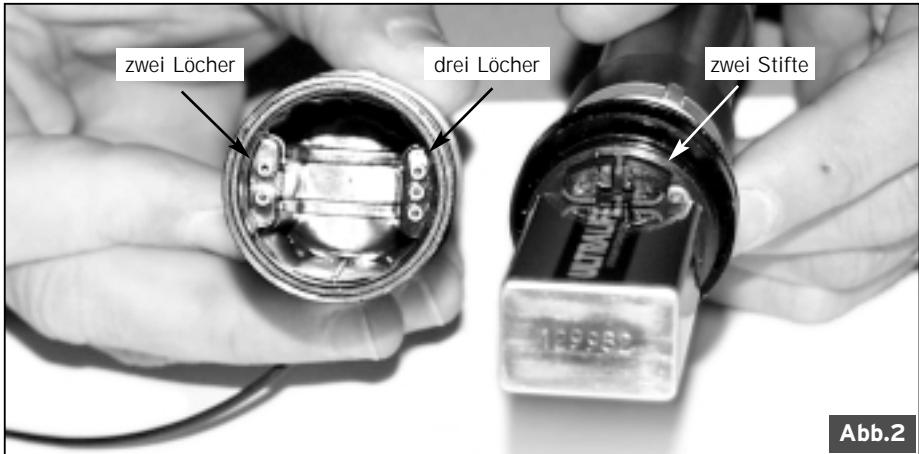
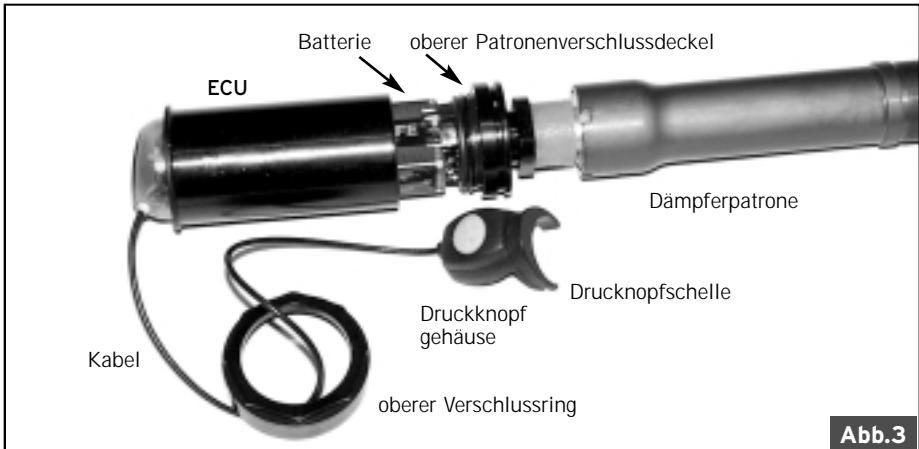

Abb.2
Abb.3
5. Auf der Unterseite der ECU ist erkennbar, dass auf der einen Seite drei und auf der andern nur zwei Löcher sind. Siehe Abb. 2. Drücken Sie die ECU bei eingefederter Gabel in das obere Ende der Kartusche, so dass die Sockel an der ECU und die Stifte an der Kartusche zusammenpassen. Siehe Abb. 3. Das Kabel sollte direkt vorwärts oben aus der ECU ragen.
5. Auf der Unterseite der ECU ist erkennbar, dass auf der einen Seite drei und auf der anderen nur zwei Löcher sind. Siehe Abb. 2. Drücken Sie die ECU bei eingefederter Gabel in das obere Ende der Kartusche, so dass die Sockel an der ECU und die Stifte an der Kartusche zusammenpassen. Siehe Abb. 3. Das Kabel sollte direkt vorwärts oben aus der ECU ragen